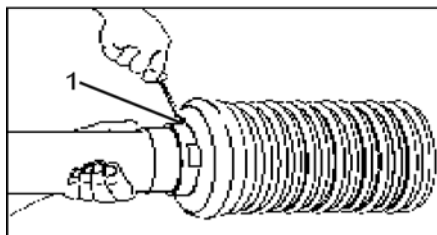

Fig. 8
- Bolten (Fig. 8/1) skrues ud.